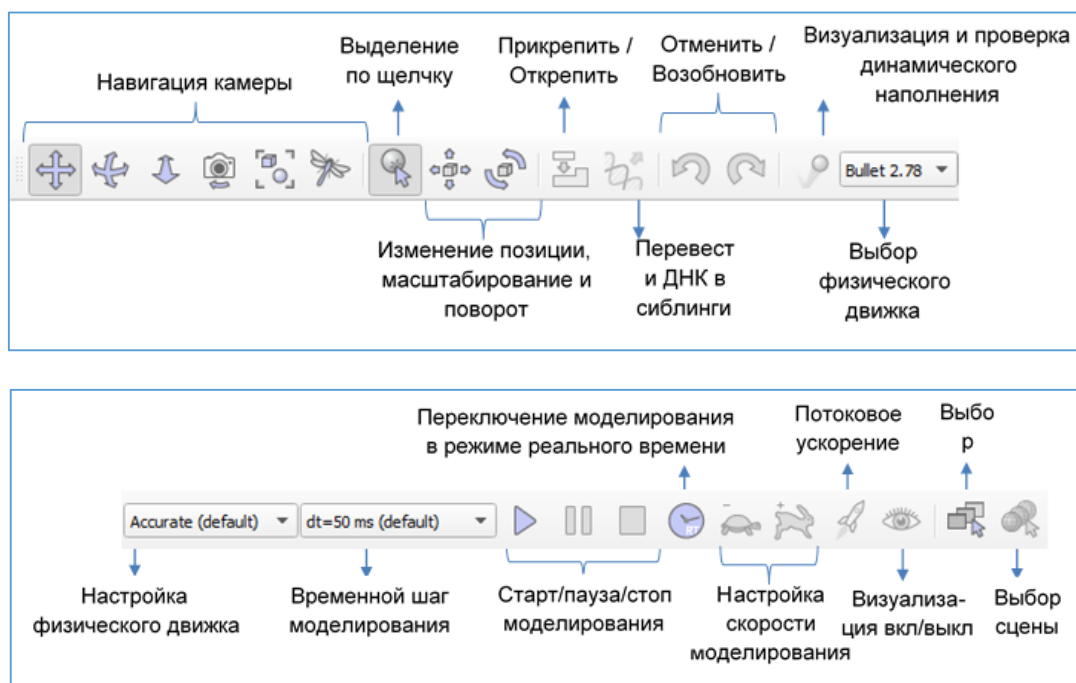

Рис. 9.2: Меню программы V-REP
2. Панели инструментов – используются для доступа к наиболее часто используемым функциям программы. На Рис. 9.2 изображены кнопки, расположенные на панели инструментов, и их краткое описание.